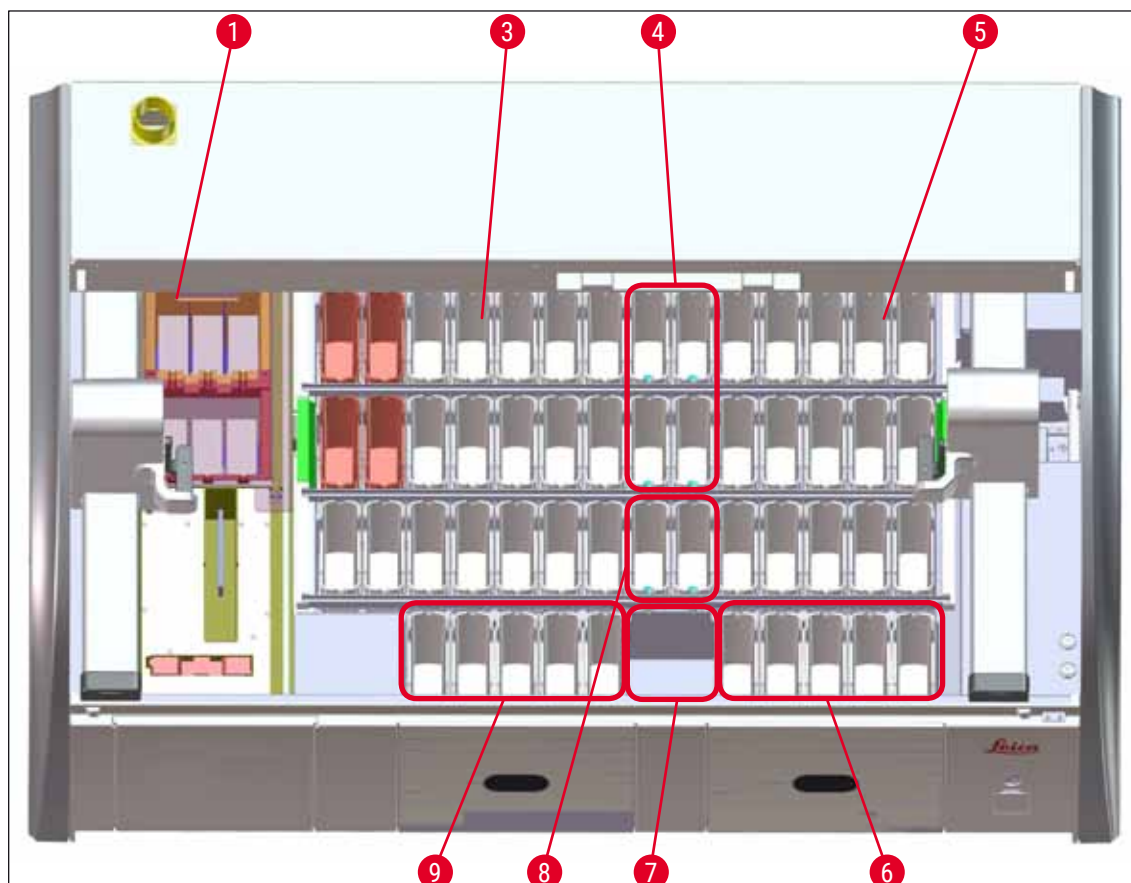

Fig. 64
- Stațiile dublate trebuie să se afle pe aceeași parte a panoului de cuve (→ "Fig. 39") (→ "Fig. 64"), în caz contrar nu se poate salva reglajul adus Configbaie.
- (→ "Fig. 64") prezintă o perspectivă generală asupra diverselor stații din panoul de cuve.